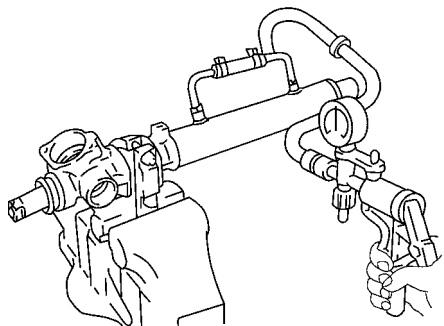

图 16-70 检查负压是否变化
(6) 气密性试验。将转向齿条油封试验工具装到缸体的管接头上, 施加 53.3kPa 的真空压力约 30s , 检查负压是否变化, 如图 16-70 所示。